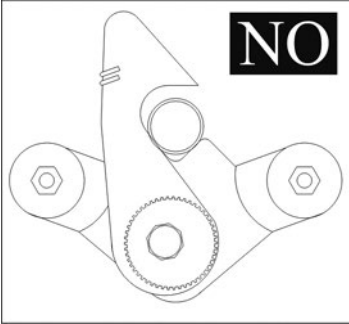
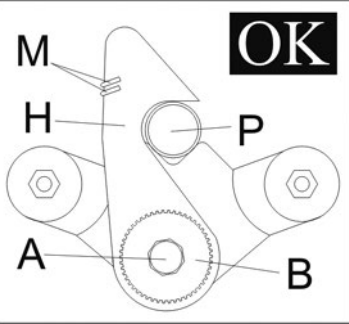
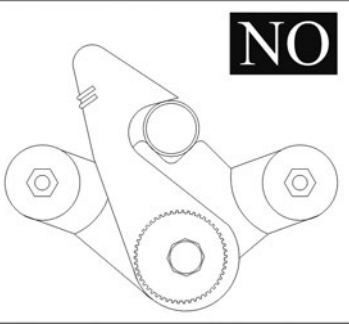

Fig. 50
Fig. 51
Fig. 52
- Verificare che le due molle (M) spingano efficacemente il gancio (H) contro l'elemento (P) del manubrio.
- Verificare che il gancio (H) aderisca completamente e senza gioco all'elemento (P), come mostrato in Fig. 50.
**Non condurre il ciclomotore se il gancio manubrio si trova in una delle posizioni errate mostrate nelle Fig. 51 e 52 oppure se le molle spingono poco o male il gancio stesso.**
Se il gancio assume la posizione errata illustrata in fig. 51 (cioè se il gancio non aderisce completamente all'elemento (P) del manubrio) o in fig. 52 (cioè se il gancio ha del gioco rispetto all'elemento (P)), ripristinare la posizione corretta, mostrata in fig. 50, nel seguente modo:
- Allentare la vite (A)
- Far girare l'anello eccentrico (B) in un senso o in nell'altro, per una frazione di giro, finché il gancio (H) assume la posizione mostrata in Fig. 50
- Serrare la vite (A).
- Check that the two spring (M) push powerfully the hook (H) against the handlebar stem (P).
- Check that the hook adheres completely and without slack to the handlebar stem (P), as shown in Fig. 50;
**Never ride the motorbike as the handlebar hook is in one of the wrong positions shown in Fig. 50 and 51 or if the springs push the hook weakly or wrongly.**
If the hook is in the wrong position shown in Fig. 50 (i.e. the hook does not adhere completely to the stem) or in Fig. 51 (i.e. there is a play between the hook and the stem (P)), readjust the hook to the right position, shown in Fig. 50, as follows:
- Loosen the screw (A)
- Turn the eccentric ring (B) in one or in the other way, for a fraction of turn, until the hook (H) reaches the position shown in Fig. 50;
- Tighten the screw (A)
- Check again for the proper position of the hook (H) by folding and unfolding the handlebar.
- Prüfen Sie, ob die zwei Federn (M) den Schnapper (H) kräftig genug gegen das Bauelement (P) des Lenkers drücken.
- Prüfen Sie, ob der Schnapper (H), wie in Abb. 50 dargestellt, vollständig und ohne Spiel an Bauelement (P) anliegt.
**Das Moped nicht verwenden, wenn sich der Schnapper an der Lenkerstange in einer der in Abb. 51 und 52 dargestellten Fehlpositionen befindet oder die Federn unzureichenden Druck auf den Schnapper ausüben.**
Bewegt sich der Schnapper in die in Abb. 51 oder 52 dargestellte Fehlposition (liegt er also nicht vollständig am Bauelement (P) des Lenkers an oder besteht Spiel zum Bauelement (P)), stellen Sie die in Abb. 50 gezeigte korrekte Position wie folgt ein:
- Schraube (A) lösen.
- Den Exzenterring (B) den Bruchteil einer Drehung nach links oder rechts drehen, bis sich der Schnapper (H) in der in Abb. 50 gezeigten Position befindet.
- Schraube (A) festziehen.
- Vérifiez que les deux ressorts (M) poussent efficacement le crochet (H) contre la colonne (P) du guidon.
- Vérifiez que le crochet (H) soit en contact complet et sans jeu avec la colonne (P), comme montré en Fig. 50.
**Ne conduisez jamais le cyclomoteur si le crochet du guidon est dans une des positions déréglées montrées en Fig. 51 et 52 ou si les ressorts poussent faiblement ou mal le crochet.**
Si le crochet est dans la position déréglée montrée en Fig. 51 (c.à.d. le crochet n'est pas complètement engagé à la colonne (P) du guidon) ou en fig. 52 (c.à.d. il y a du jeu entre le crochet et la colonne (P)), rétablissez la position correcte, montrée en Fig. 50, comme suit:
- Desserrez la vis (A)
- Faites tourner la rondelle excentrée (B), dans un sens ou dans l'autre, pour une fraction de tour, jusqu'à ce que le crochet (H) se place comme montré en Fig. 50
- Bloquez à nouveau la vis (A)
- Contrôlez à nouveau si la position du crochet (H) est correcte en pliant et dépliant le guidon.